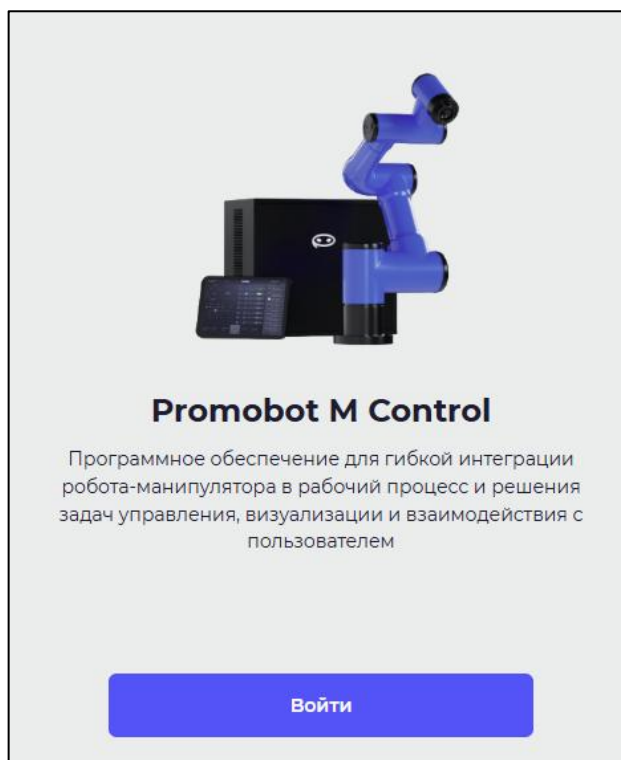

Рисунок I-29 – Окно для входа в приложение
- после загрузки управляющего ПО отобразится окно для входа в приложение (см. Рисунок I-29);